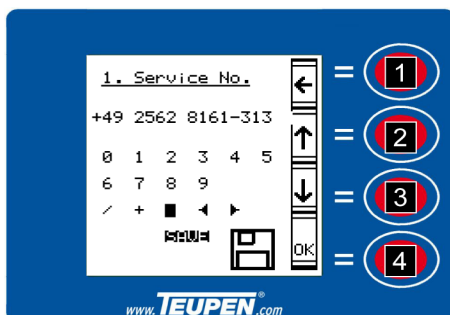

Fig. 72: Enregistrer le numéro de l'entretien
4. ➔ Mettre avec les [touches de fonction] (Voir la Fig. 72/2 et 3) le curseur sur "Enregistrer".
5. ➔ Enregistrer les réglages avec la [touche de fonction] (Voir la Fig. 72/4).
6. ➔ Retourner au menu [Paramètres] avec la [touche de fonction] (Voir la Fig. 72/1).